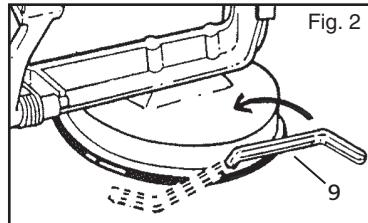

Fig. 2
3. Fest eplestrimleren godt til bordet/benkeplaten med sugekoppfestet. Se fig. 2.
- a. Drei spaken (9) helt til høyre.